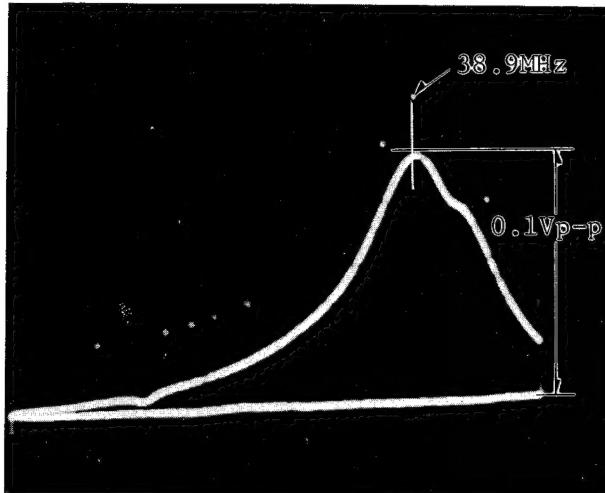

Fig. 4
- Den Wobblerausgang so einstellen, daß die Kurve (Fig. 4) 0,1 Vss erreicht.
- Mit T 705 bei der 38,9 MHz Markierung auf Maximum abgleichen (lt. Fig. 4).
- Adjust T 705 so that the marker position of 38.9 MHz becomes maximum as shown in Fig. 4.